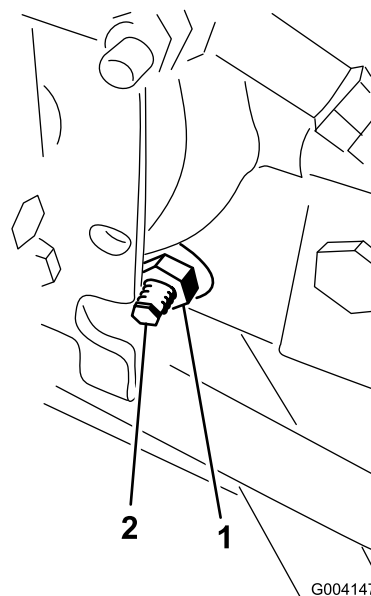

図 61
3. ハイドロスタットの右側にあるトラクション調整カムのロックナットをゆるめる 図 61。